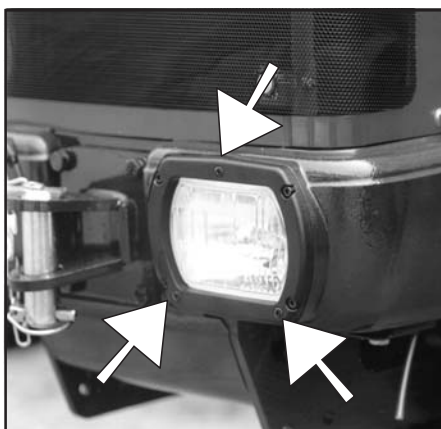

Fig. 78
- Utför en justering med hjälp av skruvarna som håller lyktan på plats (fig. 78).